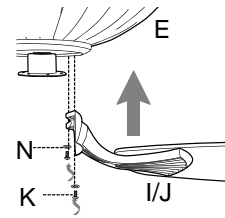

Fig. 3
3. Localice tornillos del motor (K) y arandelas de seguridad (N) que se quitaron anteriormente en la pagina 5. (Tornillos del motor (K) y arandelas de seguridad (N) adicionales en paquete de artículos de ferretería). Introduzca un solo tornillo del motor (K), junto con la arandela de seguridad (N), en el brazo para la paleta (I) para sujetar el brazo para la paleta (I) al motor y apriete el tornillo (K) parcialmente. Repita con los demás brazos para las paletas (I). [Fig. 3]